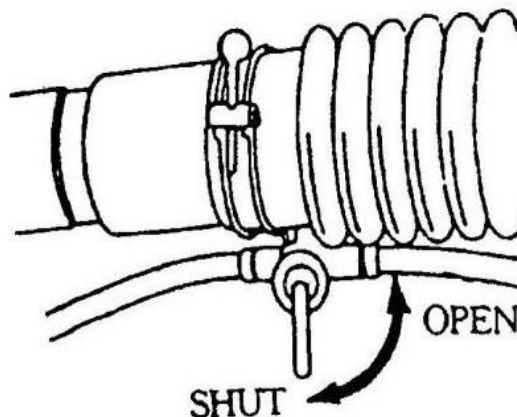

Fig. 8
- 1) Durante a pulverização, ao adicionar mais produto ao tanque, o dispositivo deve ser desligado, veja fig. 8. Durante a pulverização, a alavanca de pulverização e a tampa do tanque de combustível devem estar na posição inferior, caso contrário, os produtos químicos vazarem.